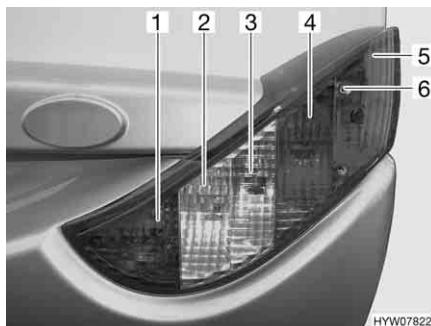

Fig. 124 Luci posteriori (lato anteriore)
- Svitare le tre viti ad esagono cavo (Fig. 124,6).